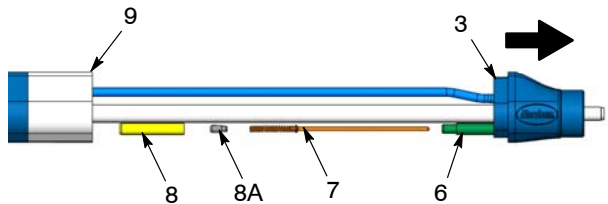

Abb. 26 Widerstand abnehmen – Pistole für Stangenmontage
Pistole für Stangenmontage: Siehe Abbildung 26. Den Adapter (3) vom Gehäuserohr (9) so weit abziehen, dass Zugang zur Hülse (8) und zur Widerstandsleitung (6) möglich ist.